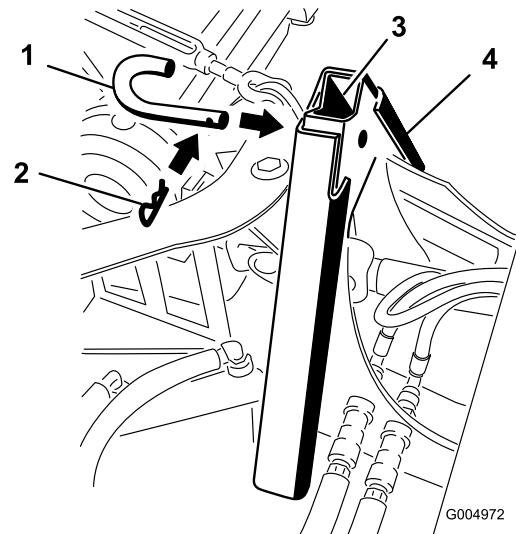

Рисунок 14
- Соедините переходники вместе с помощью штифта для навесного оборудования и шпильки, как показано на \(Рисунок 14\). При более интенсивной нагрузке гайку и болт можно заменить.